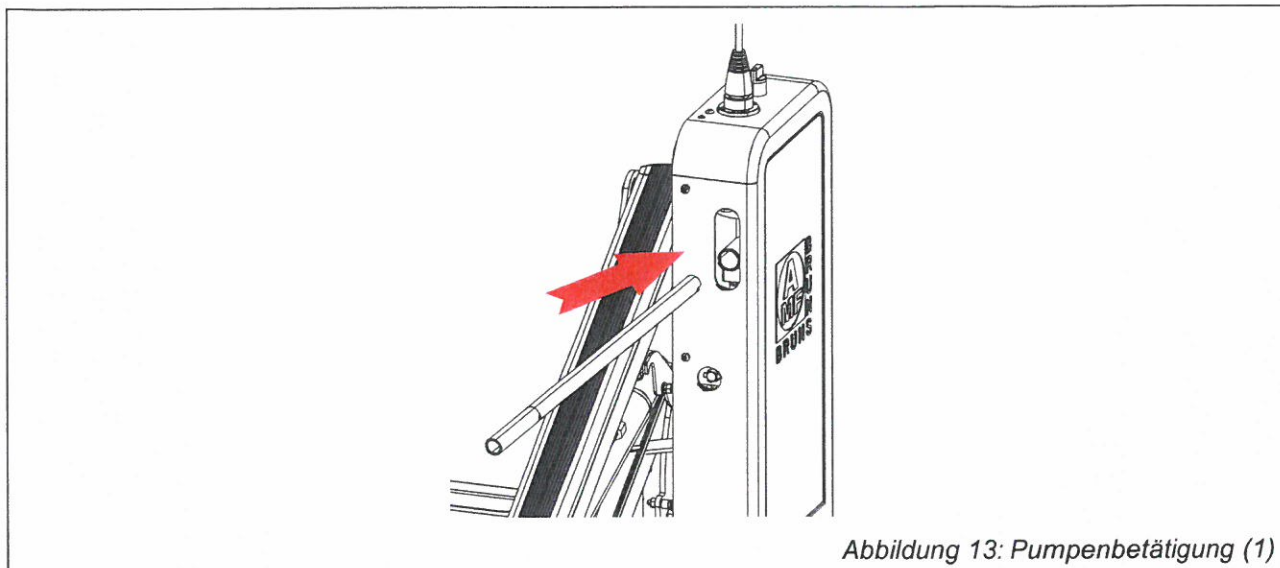

Abbildung 13: Pumpenbetätigung (1)
- ⇒ Stecken Sie den Bedienhebel in die Pumpenbetätigung an der Hydraulikanlage ein (siehe Abbildung 13).